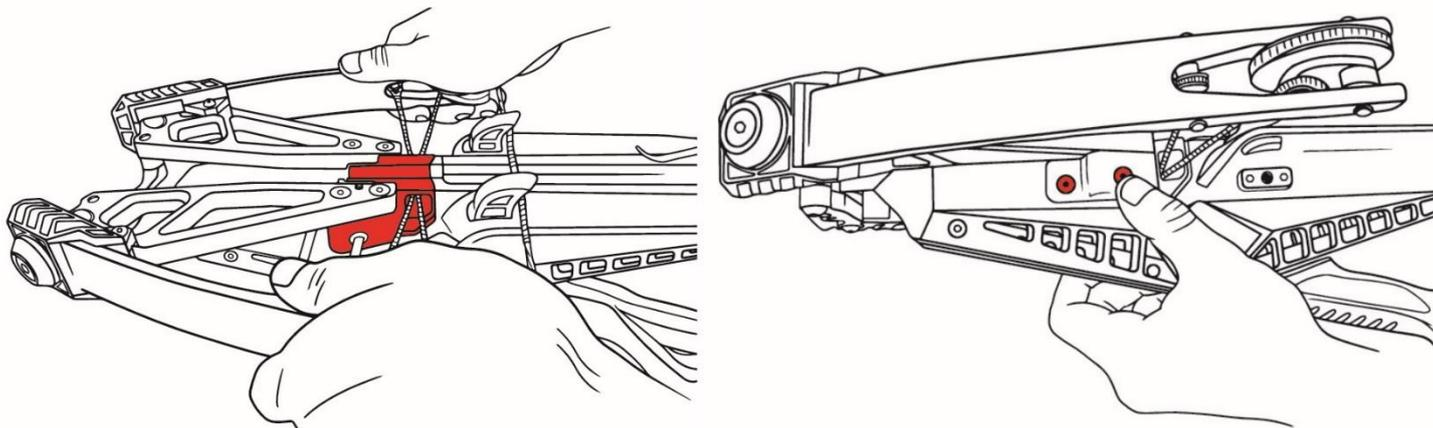

Рис.3
2. Вставьте плечи арбалета в разъем для крепления плеч, аккуратно и плотно прижмите. Надавите на штифты крепления плеч до упора, пока не услышите щелчок. Плечи арбалета безопасно установлены и готовы к взводу только, когда штифты крепления плеч полностью задвинуты (Рис.3).